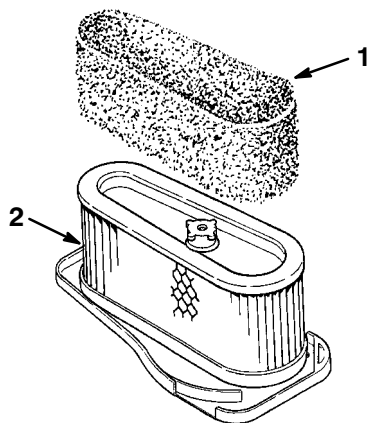

Figure 21
4. Glissez délicatement l'élément en mousse hors de l'élément en papier (Fig. 21).
1. Glissez délicatement l'élément en mousse sur l'élément en papier (Fig. 21).